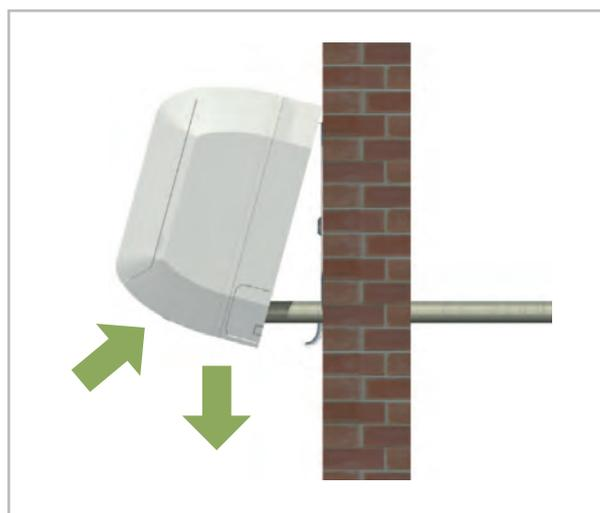

Abb. 27: Waagerechte Ausrichtung
5. ➔ Überprüfen Sie nochmals die waagerechte Ausrichtung des Gerätes. (Abb. 27)